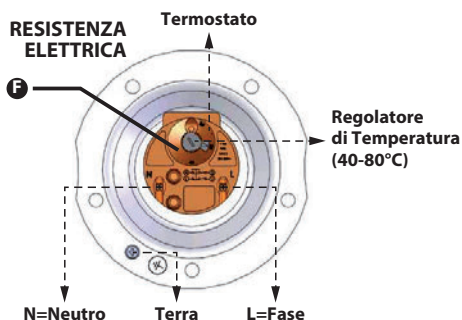

Figura 2.23
### INTERRUTTORE AUTOMATICO TERMOELETTTRICO AUSILIARIO PER IL TERMOSTATO (F) (Figura 2.23)
### RIPRISTINO DELL'INTERRUTTORE TERMOELETTTRICO (F) (Figura 2.23)
coprire la superficie del collettore, in modo da evitare che raggiungano temperature elevate le quali potrebbero far intervenire la protezione termoelettrica del termostato e interrompere il circuito elettrico (v. sezione "RIPRISTINO DELL'INTERRUTTORE TERMOELETTRICO (F) (Figura 2.23)" a pag. 29).